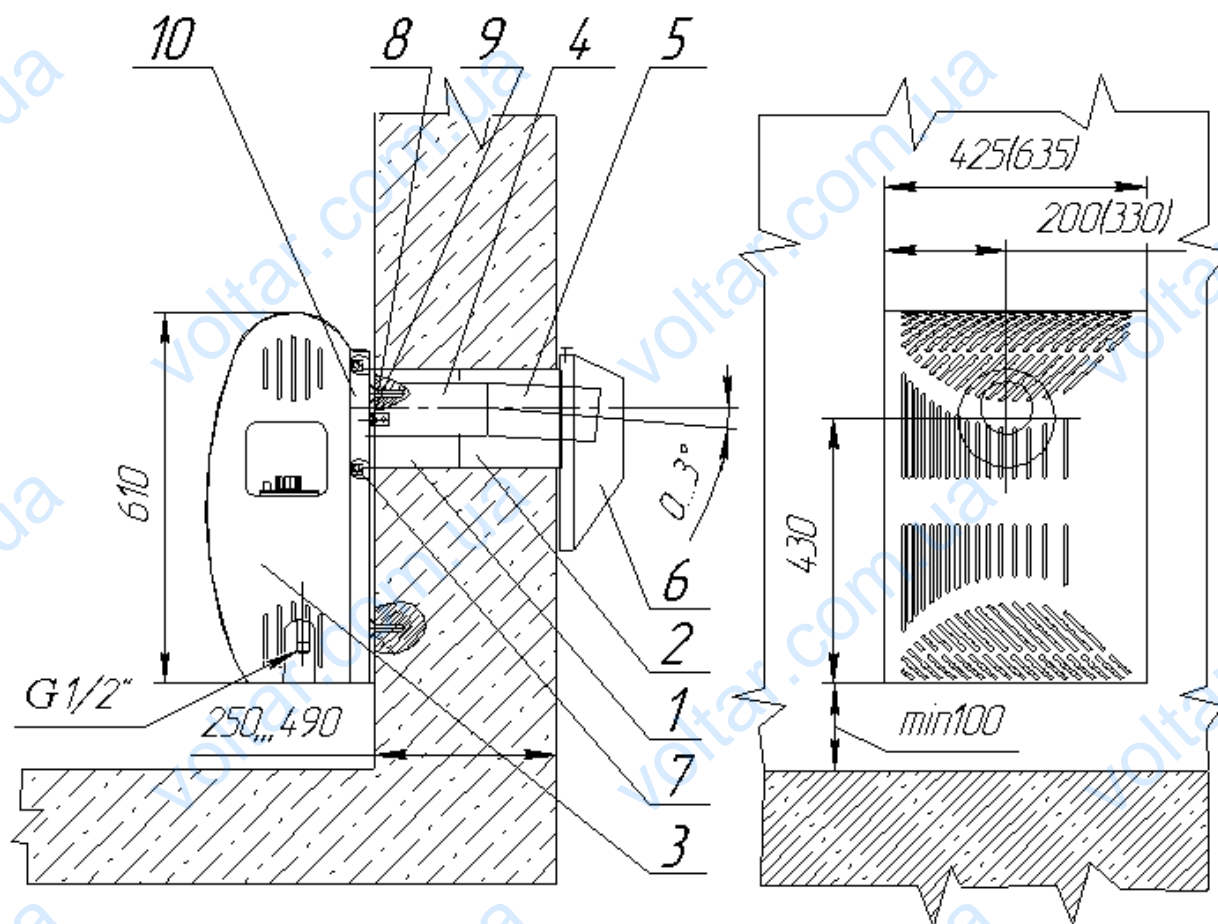

Рисунок 3.
6.2. Установка аппарата должна выполняться в соответствии с Рис. 3 в такой последовательности:
6.2.3. Установить секцию газохода - 2 соответственно Рис. 3 так, чтобы ее торец выступил на 15 мм над внешней плоскостью стены, а ось была наклонена вниз в пределах зазора между патрубком - 1 и внешней трубой секции газохода - 2, и зафиксировать секцию деревянными клиньями.